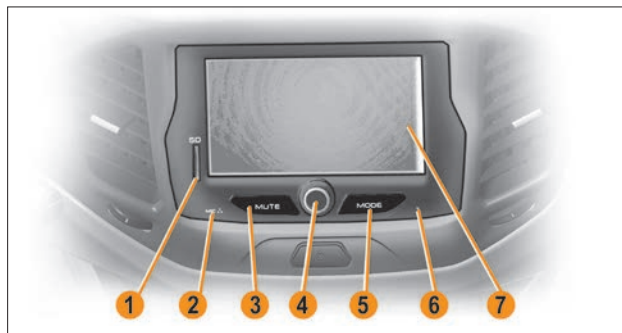

Рис. 7. Внешний вид ММС с навигационной системой
2.1.1 Включение ММС с навигационной системой осуществляется кратковременным нажатием (1-2 сек.) на ручку энкодера **4** (рис. 7).
2.1.3 Для выключения ММС с навигационной системой кратковременно нажмите ручку энкодера **4** (рис. 7).
2.1.4 Для перезагрузки ММС с навигационной системой тупым тонким стержнем нажмите и удерживайте в течение 2–3 сек. кнопку **Reset 6** (рис. 7). После перезагрузки ММС с навигационной системой переходит в режим «Радио» с прослушиванием первой сохраненной радиостанции.
Для выключения звука нажмите кнопку **MUTE** (кнопка **3**, рис. 7). Для включения звука нажмите кнопку повторно.